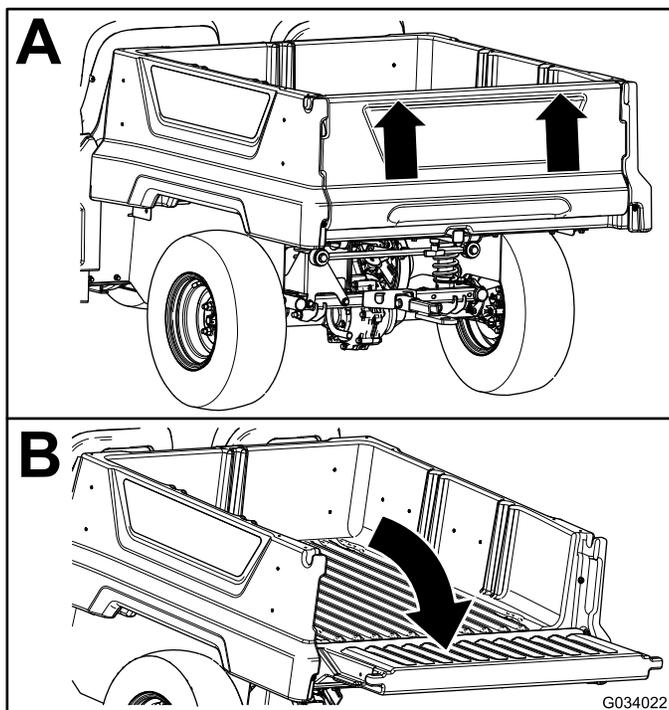

Figure 21
2. Soulevez le hayon des deux mains en le prenant par le bord supérieur (Figure 21).
3. Baissez le hayon jusqu'à ce qu'il soit au même niveau que le fond du plateau de chargement (Figure 21).